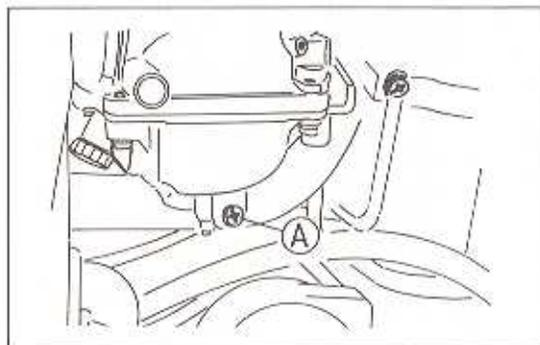

Bild 13
- Die Ablassschrauben an den Schwimmerkammern lösen und den Treibstoff in das Gefäss ablassen (Bild 13).